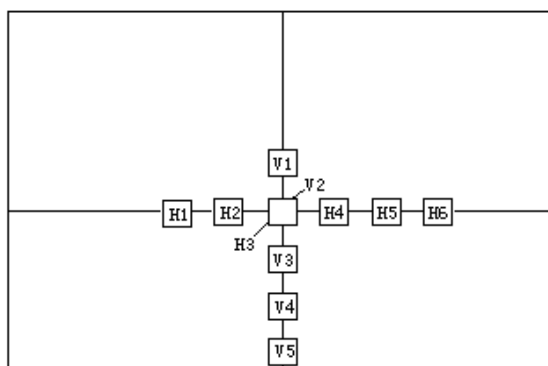

图 7
3)、按键 , 垂直向上移动光标。按键  垂直向下移动光标。按键  水平向左移动光标。按键 , 水平向右移动光标。光标的位置如图 7 所示。